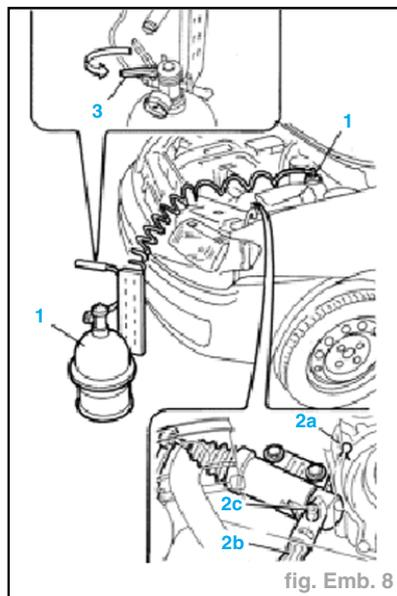

fig. Emb. 8
- Enlever le bouchon du réservoir de liquide de freins-embayage et brancher l'appareil au réservoir (1) (fig. Emb. 8).